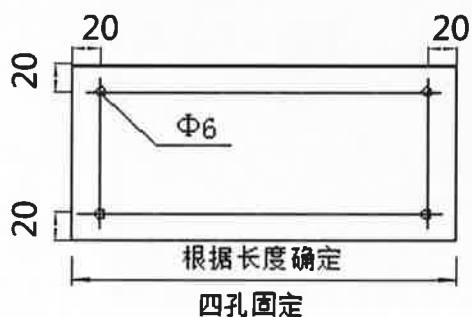

图 3 四孔固定安装示意图
3.4 标识牌采用不锈钢膨胀螺丝进行固定, 采用四孔或六孔固定安装。不锈钢膨胀螺丝采用 10mm 镜面广告钉装饰。安装示例见图 3、图 4。